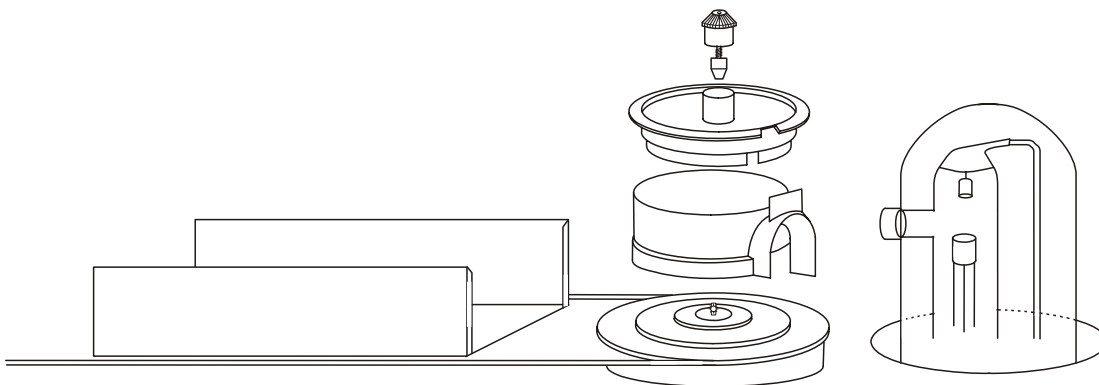

Fig. 7 Montaggio e smontaggio della camera di Debye-Scherrer
ruota conica (vedere la Fig. 7). In collegamento con la motorizzazione, è possibile effettuare, ad esempio, radiografie del cristallo rotante.
- Collocare l'alloggiamento della camera di Debye-Scherrer in via sperimentale tra duomo in vetro al piombo e supporto campione (vedere la Fig. 7). Se la camera non è alloggiata saldamente, è possibile effettuare una regolazione agendo sulla vite situata sulla parte inferiore della camera.